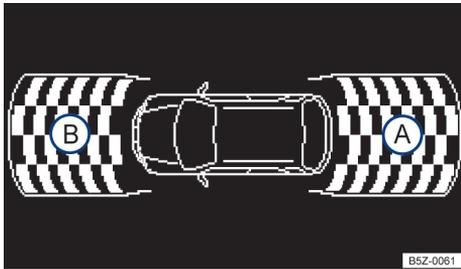
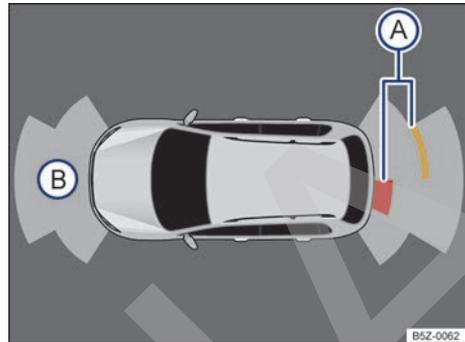

Fig. 115 Indicación del display del control de distancia de aparcamiento delantero y trasero en la radio (no disponible para algunas versiones).
Fig. 116 Indicación del display del control de distancia de aparcamiento delantero y trasero en el sistema de navegación (no disponible para algunas versiones).
Dependiendo de la versión del vehículo, se mostrará en el display de la radio (no disponible para algunas versiones) \Rightarrow fig. 115 la zona registrada por los sensores de ultrasonido en la parte delantera (B) y trasera (A) del vehículo. Se exhiben posibles obstáculos tomando el vehículo como punto de referencia \Rightarrow .
Dependiendo de la versión del vehículo, se mostrará en el display del sistema de navegación (no disponible para algunas versiones) \Rightarrow fig. 116 la zona registrada por los sensores de ultrasonido en la parte delantera y trasera del vehículo. Se exhiben posibles obstáculos tomando el vehículo como punto de referencia \Rightarrow .
\Rightarrow fig. 115 o \Rightarrow fig. 116	Significado
Dependiendo de la versión, se muestran las zonas registradas en varios segmentos en un gráfico \Rightarrow fig. 116. Cuanto más se acerca el vehículo a un